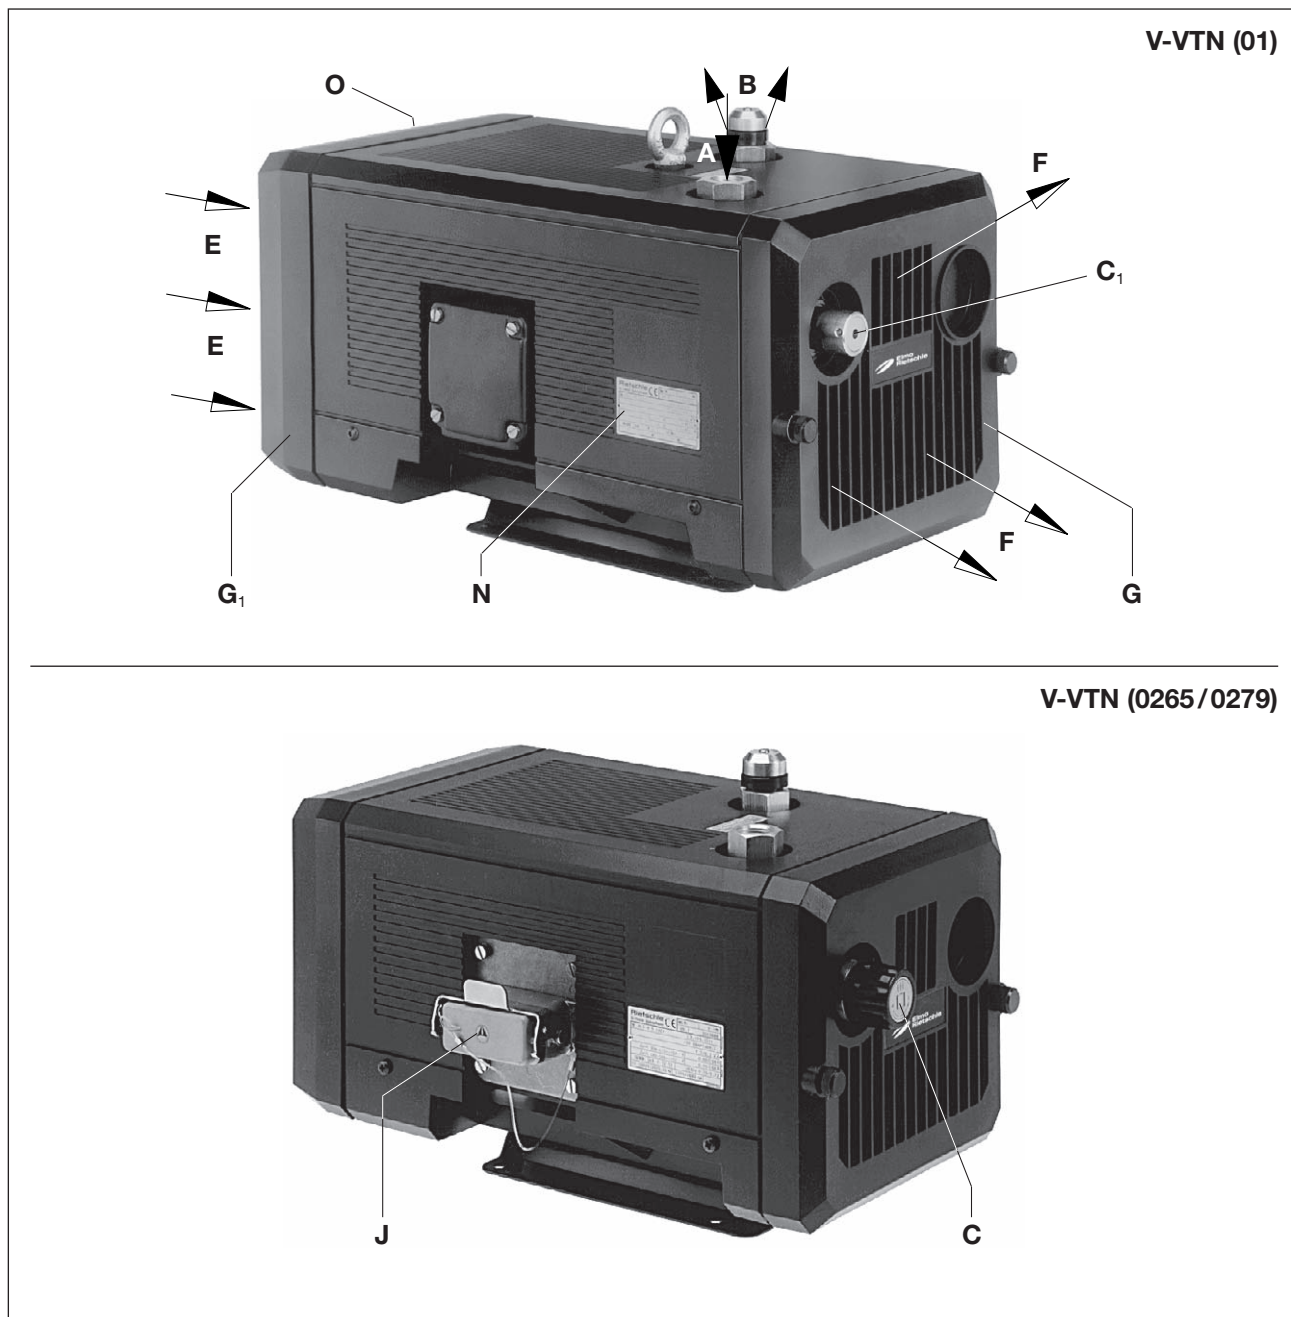
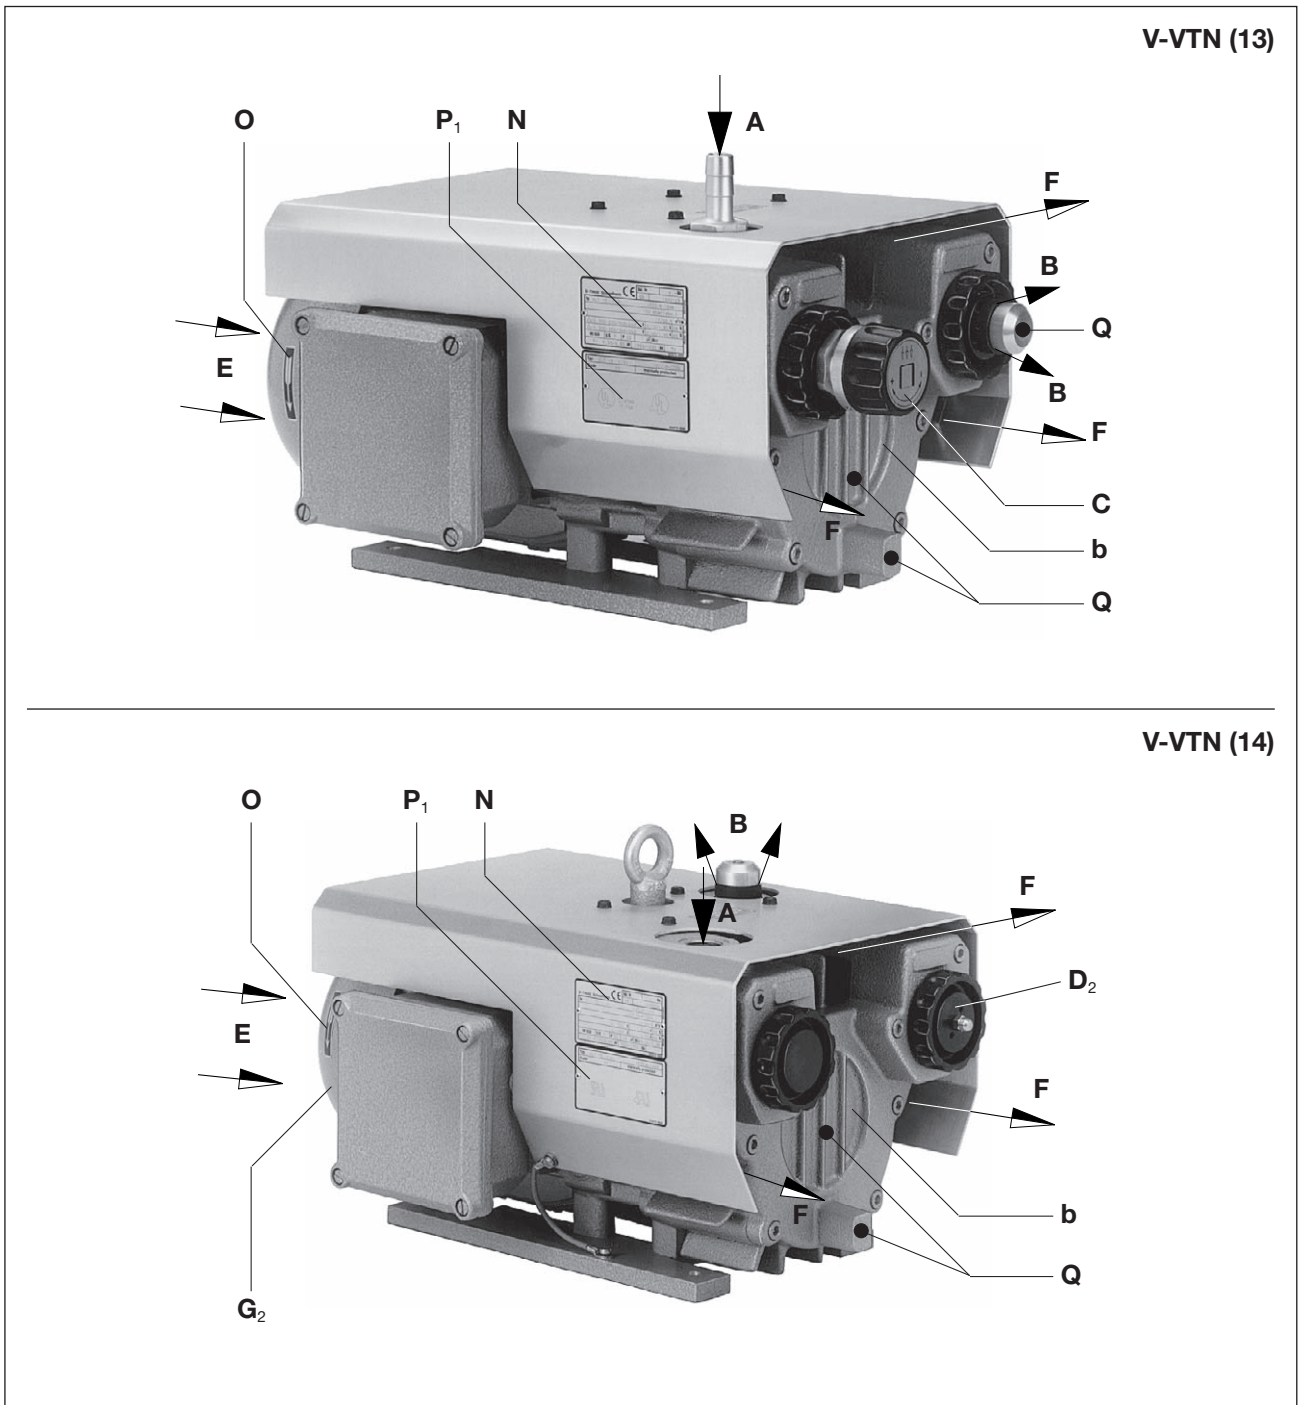

Fig. 2 Bomba de vácuo V-VTN (01) / V-VTN (02)
Fig. 3 Bomba de vácuo V-VTN (13) / V-VTN (14)
A V- VTN (14) tem no lado de pressão uma válvula de ventilação (Fig. 3/D2).
As V- VTN (02) e (13) têm de padrão uma válvula de regulação de vácuo (Fig. 2/C) que permite o ajuste de vácuo para os valores desejados mas limitados para cima.
Para a desmontagem da grade de sopro (Fig. 2/G), grade de aspiração (Fig. 2/G1) e tampa da carcaça (Fig. 3/b) deve existir um espaço mínimo de 30 cm para trabalhos de manutenção. Além disso, deve ser considerado que as entradas de ar de refrigeração (Fig. 2/E) e as saídas de ar de refrigeração (Fig. 2/F) tenham uma distância mínima de 10 cm até a próxima parede (ar de refrigeração saindo não pode ser aspirado novamente).
- a) Conexão de vácuo em (Fig. 2/A).
O ajuste de vácuo poderá ser executado por giro do botão regulador (Fig. 2/C) conforme a placa de símbolo colocada do botão giratório.
- a) Os dados do motor eléctrico constam na Placa de Dados (Fig. 2/N) e/ou na Placa de Dados do motor (Fig. 3/P1). Os motores estão em concordância com a DIN EN 60034 e são executados em sua classe de protecção IP55 e a classe de isolamento F. O respectivo esquema de conexão encontra-se na caixa de conexão do motor (suspenso na versão com conexão de ficha). Os dados do motor devem ser comparados com os dados da rede eléctrica existente (tipo de corrente, tensão, frequência de rede, força de corrente permitida).
- b) Conectar o motor através de uma conexão de ficha (Fig. 2/J) e/ou um disjuntor de protecção do motor (para a protecção do motor e para absorção de tracção do cabo de conexão uma prensa cabo).
Em estado operacionalmente quente as temperaturas de superfície nos componentes (Fig. 3/Q) podem estar acima de 70°C.
- ▷ A direcção de rotação prevista do eixo de accionamento é marcada através da seta de direcção da rotação (Fig. 2/O).